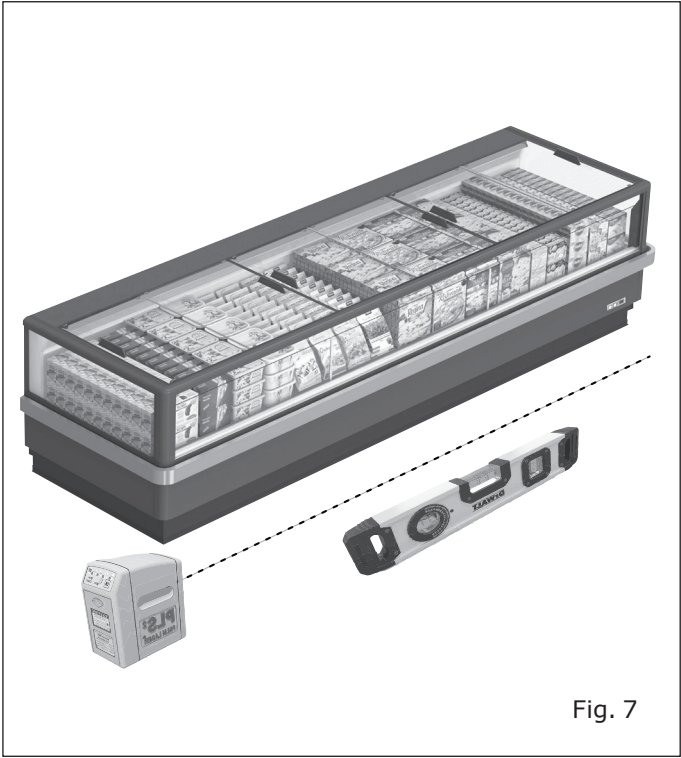

Fig. 7
- Sur un sol nivelé ("Fig. 7").